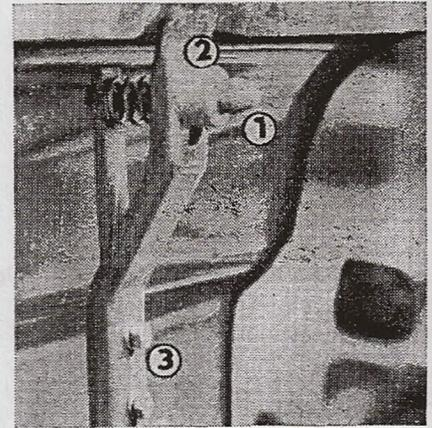

Fig. 62
1. Dévisser la vis (fig. 62/1) de la pièce de fermeture du capot, enlever la cuvette de ressort (fig. 62/2) ainsi que le ressort.
2. Dévisser les deux vis M 6 et enlever l'attache (fig. 62/3).